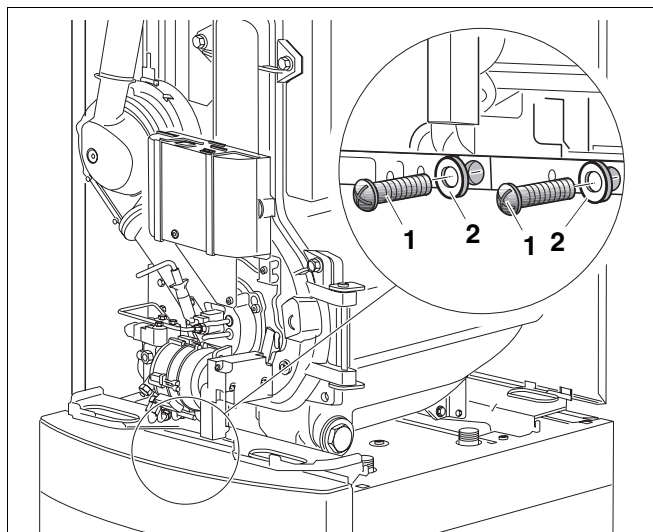

Abb. 10 Heizkessel mit Speicher verschrauben
Die Befestigungsschrauben (Abb. 10, **Pos. 1**) und Scheiben (Abb. 10, **Pos. 2**) werden mit dem heizkreisseitigen Anschluss-Set mitgeliefert.
- Den Heizkessel mit je zwei Schrauben M 8 x 16 (Abb. 10, **Pos. 1**) sowie Unterlegscheiben (Abb. 10, **Pos. 2**) vorne und hinten an den Speicher schrauben.